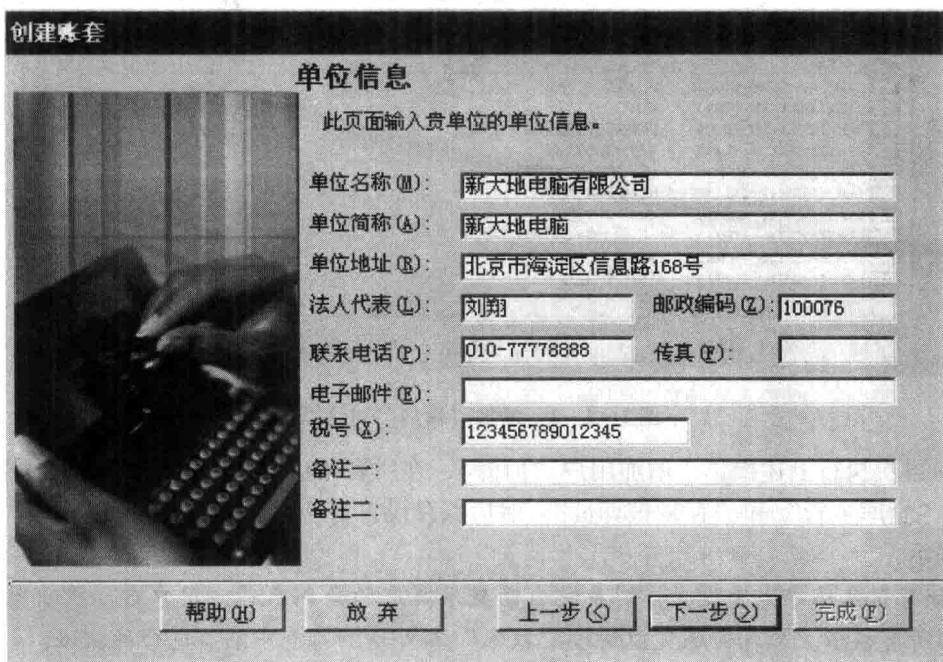

图 1-1-3 单位信息对话框
(3) 单击“下一步”按钮，打开“单位信息”对话框，按项目资料要求填写，如图 1-1-3 所示。